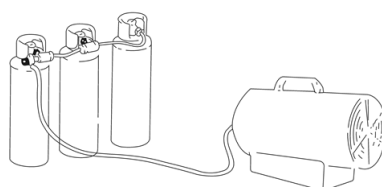

Figura. 2
- Pentru fiecare kilowatt (KW) de putere a încălzitorului, trebuie să existe o zonă permanentă de ventilație de 25 cm³. Această ventilație trebuie împărțită uniform între podea și tavan, cu o ieșire totală minimă de 250 cm³ pentru a asigura o funcționare sigură și a evita acumularea de gaz.
- Dacă încălzitorul funcționează la capacitate maximă pentru perioade lungi de timp, se poate forma gheață pe butelia de gaz din cauza extragerii excesive de vapori. Cu toate acestea, butelia nu trebuie niciodată încălzită pentru a remedia această problemă. Pentru a evita sau a reduce acest efect, trebuie utilizată o butelie mai mare sau două butelii conectate (vezi Figura 2).